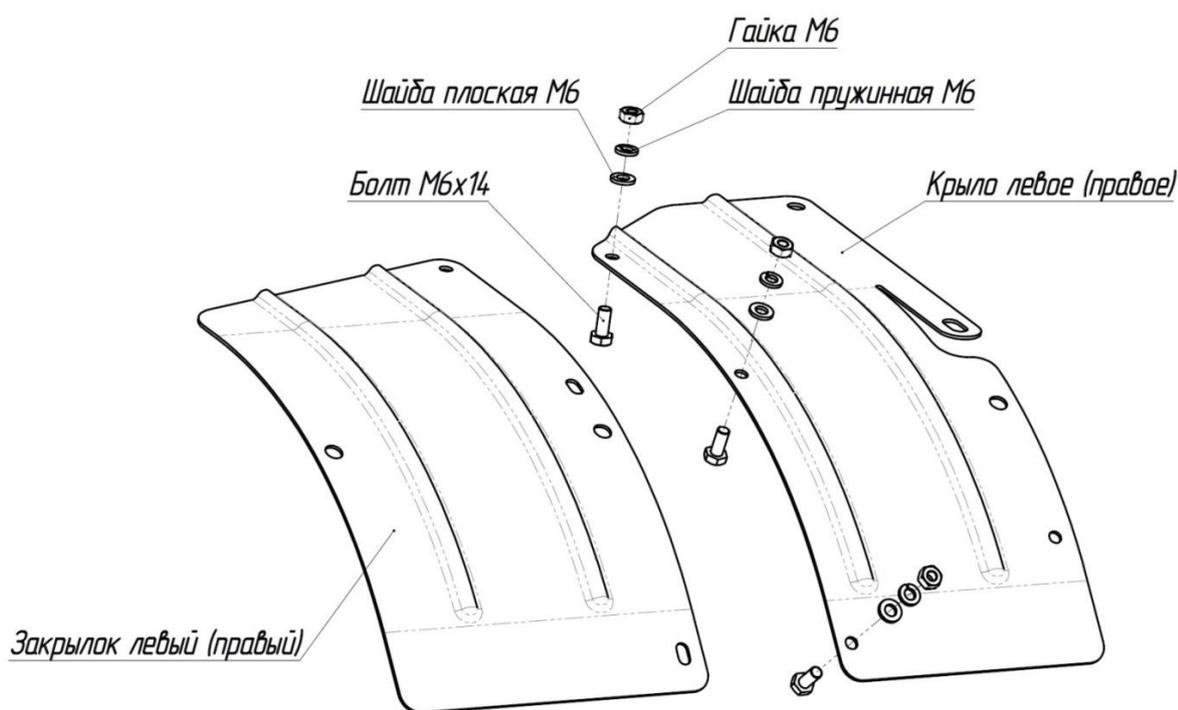
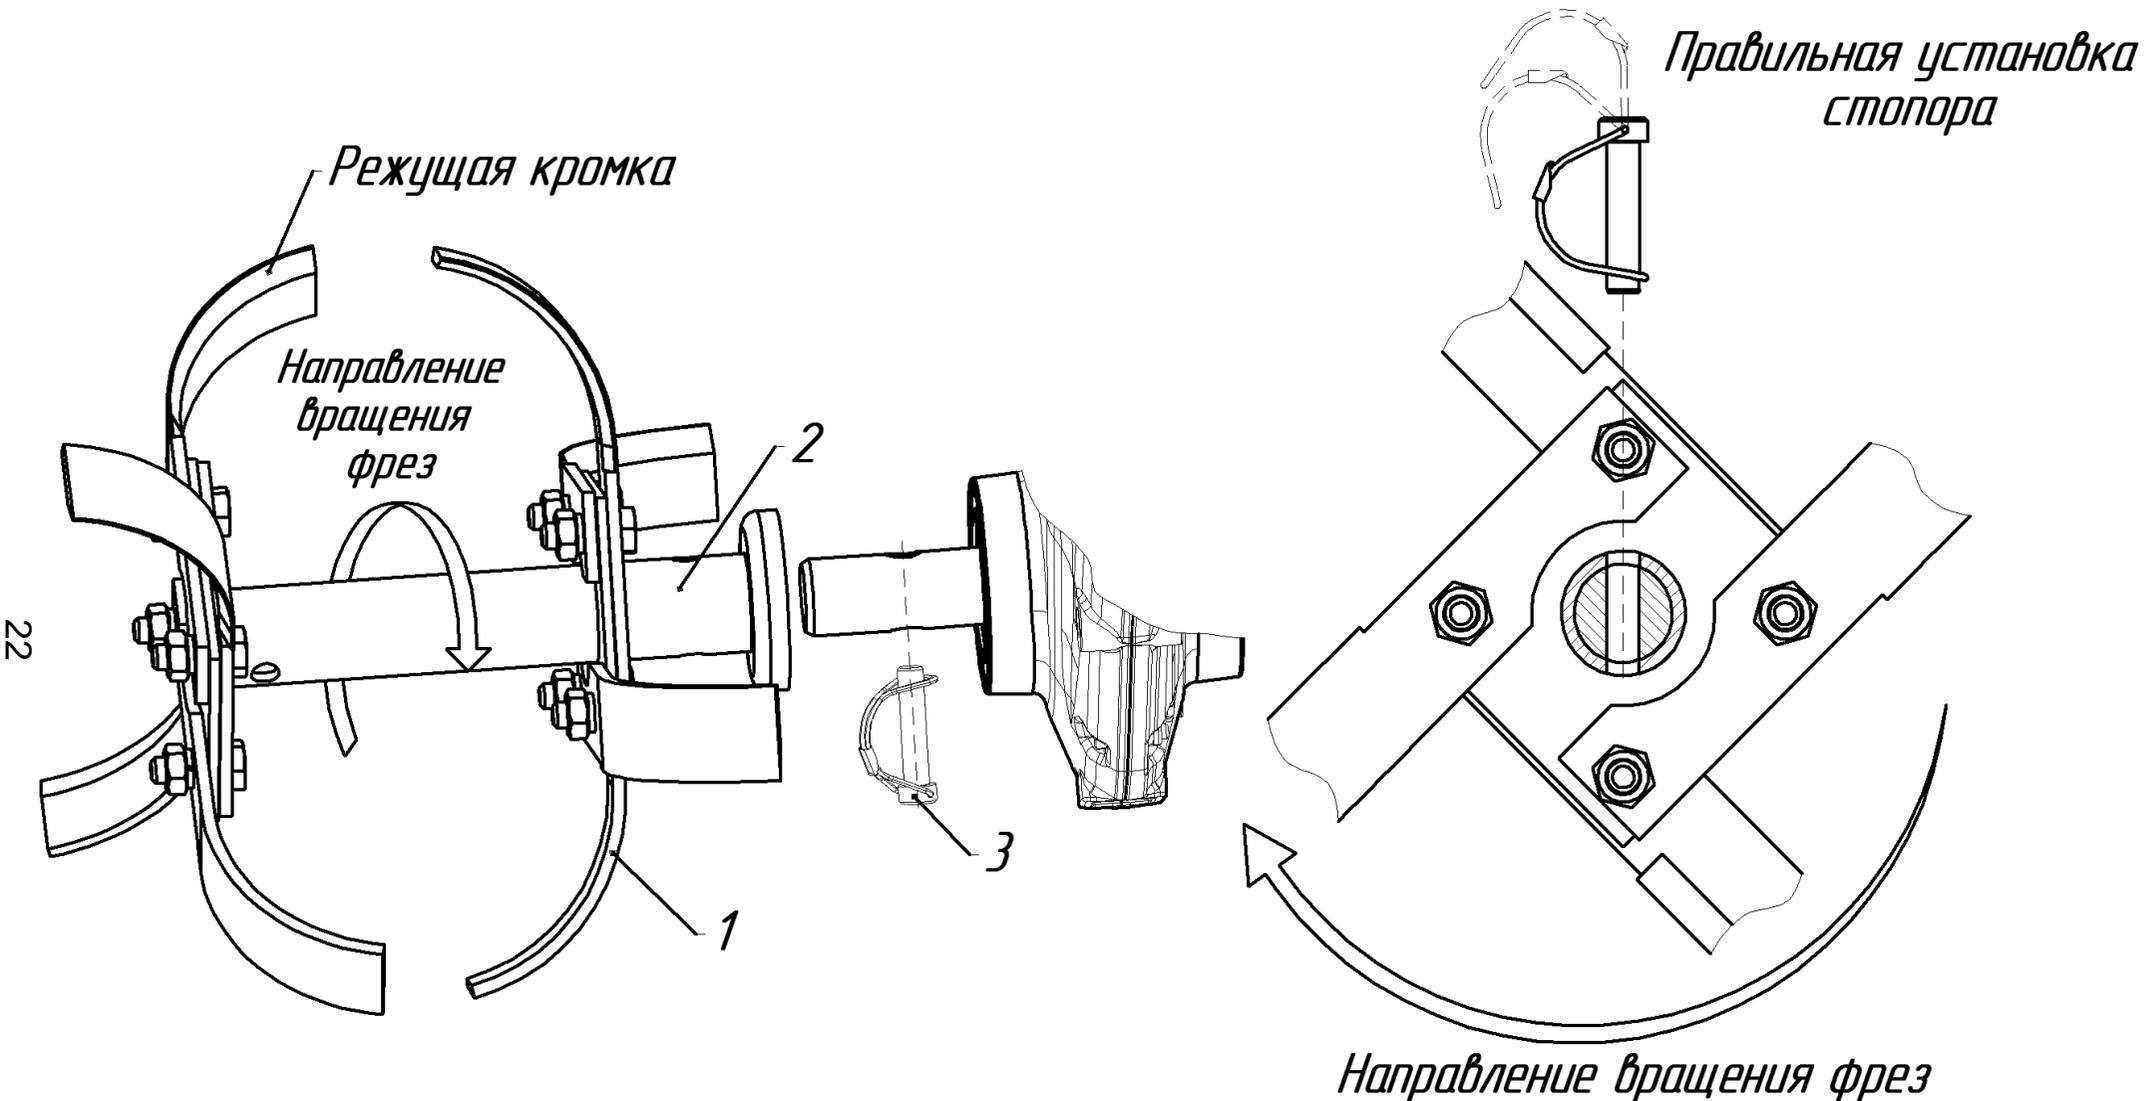

Рис.8 Схема крепления закрывков (дополнительных крыльев)
Рис.10 Установка 4-х фрез-культиваторов
6. Собрать фрезы-культиваторы в соответствии с рис.8.
7. Установить фрезы-культиваторы на выходной вал редуктора и зафиксировать их стопорами. Стопоры устанавливать спинкой (выгнутой частью) по ходу движения (рис.10, 11).
8. Установить защитные крылья (закрылки) над фрезами (рис.8).
Установите на выходной вал редуктора и закрепите стопорами необходимое количество фрез-культиваторов (рис.10, 11), установите закрывки (рис.8) и наденьте защитные очки.